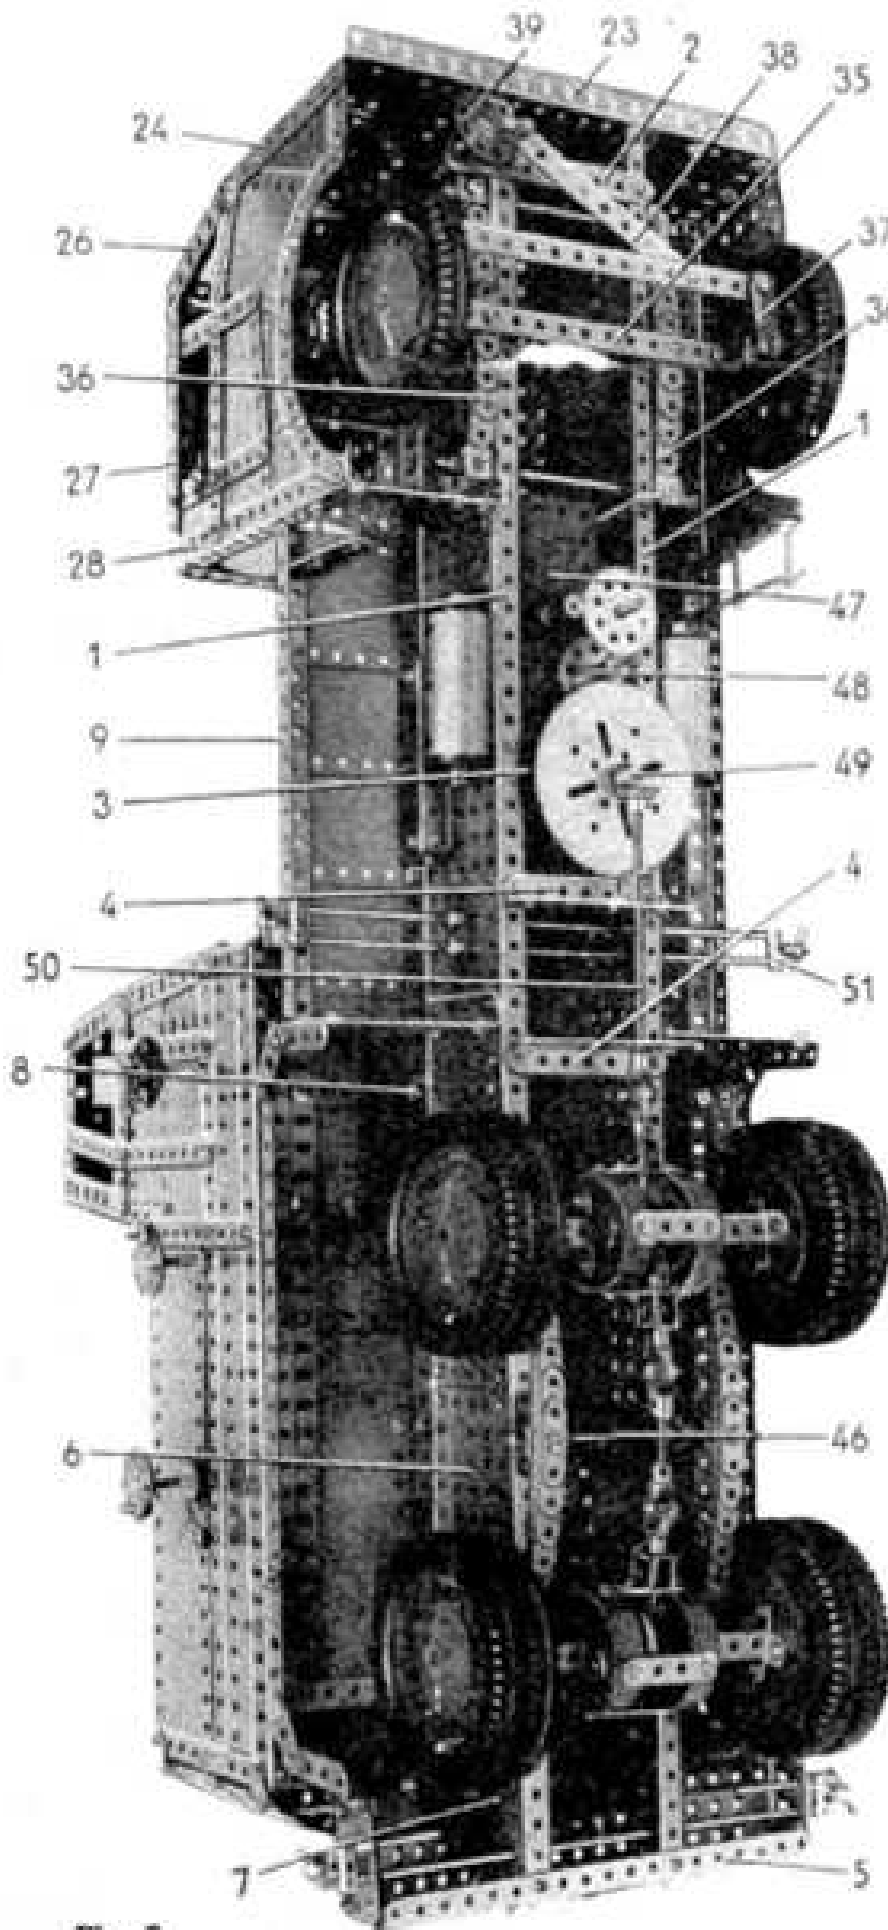

Fig. 2
#### CHASSIS (Fig. 2)
#### CABINE (Fig. 2, 3 et 4)
Le toit de la cabine est bordé de chaque côté par une cornière de 11 trous (27); les deux cornières (27) sont réunies à leur extrémité arrière par une cornière de 6 trous (fig. 2). L'angle arrière droit de la cabine est une cornière de 15 trous (28) boulon-
(Fig. 2)